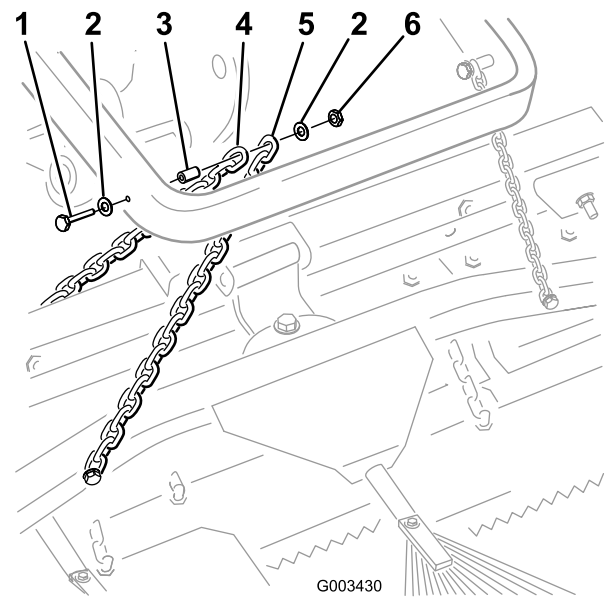

Figura 7
- B. Fije cada cadena al lateral del brazo de elevación con un perno (3/8 x 2-1/2 pulg.), 2 arandelas (3/8 x 7/8 pulg.), un espaciador, y una tuerca con arandela prensada (3/8 pulgada), según se muestra en Figura 7.